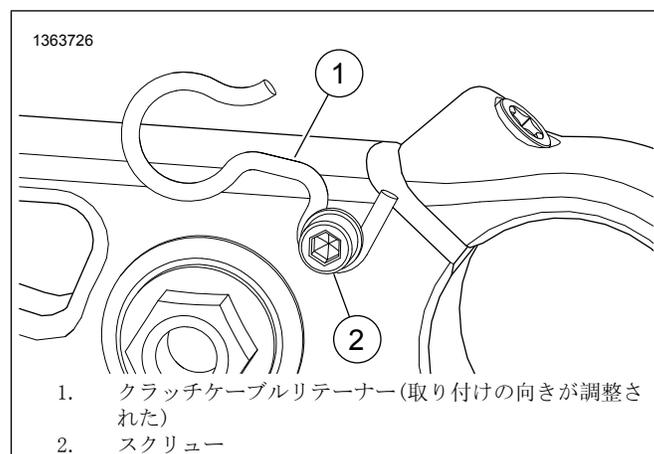

図4。取り付け調整後のクラッチケーブルリテーナー
1. 図4 スクリュー (2) を緩める。
2. OE クラッチケーブルリテーナー (1) を外します。